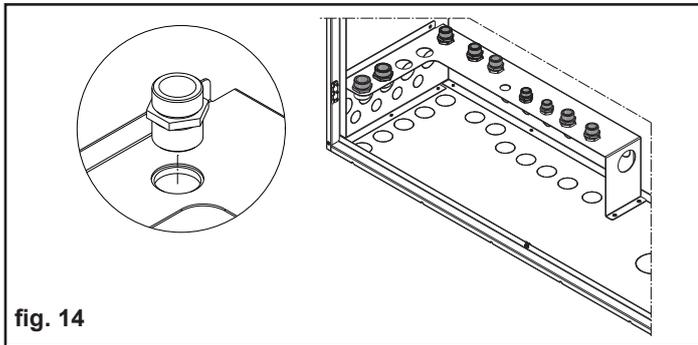

fig. 14
- Verificare che i nipples di ottone e le ghiere siano stati posizionati come indicato in fig. 14.